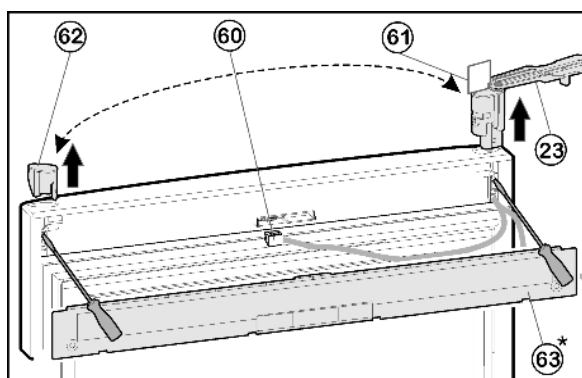

Fig. 11
- ▶ С помощью отвёртки выведите из зацепления крышку Fig. 11 (63) на дверце.
- ▶ Отсоедините разъем Fig. 11 (60).
- ▶ На верхней дверце поверните опорный кронштейн Fig. 11 (23) наружу параллельно краю дверцы.
- ▶ При помощи отвертки вытолкните опорный кронштейн Fig. 11 (23) снизу и снимите с двери вместе с кабелем.
- ▶ Извлеките пробку Fig. 11 (62) снизу при помощи отвертки и вставьте на другой стороне.
- ▶ Проденьте кабель опорного кронштейна Fig. 11 (23) на противоположной стороне и установите опорный кронштейн.
- ▶ Снимите шаблон Fig. 11 (61) и закрепите на опорном кронштейне.
- ▶ Вставьте разъем Fig. 11 (60).
- ▶ Зафиксируйте крышку Fig. 11 (63) на дверце.